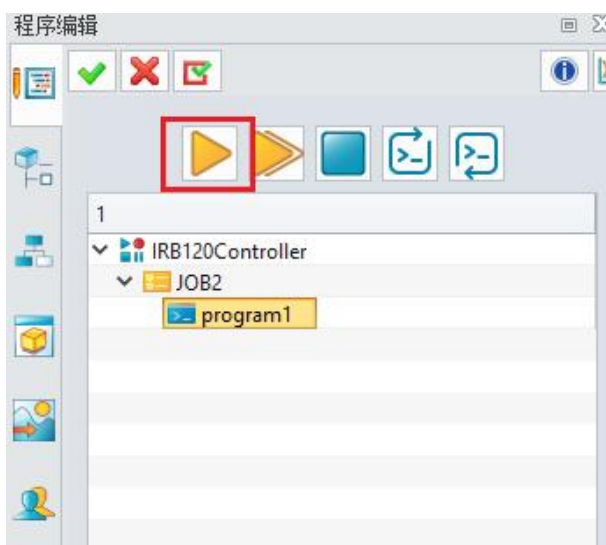

图 9-13: 仿真按钮
- **添加 MOVJ 指令:** 在 "程序参数" 窗口中, 选择 "运动指令" 中的 "MOVJ", 添加 MOVJ 指令, 并设置参数如图所示。目标点为 loc-1, 其他参数保持默认。单击 "确定"。(图 9-13)